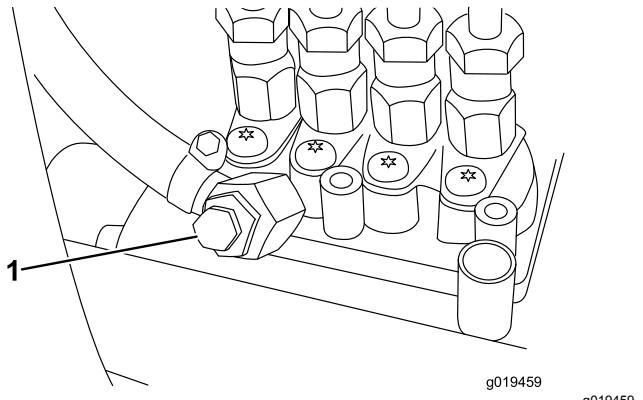

Figura 29
6. Aprite la vite di sfiato dell'aria, situata sulla pompa di iniezione del carburante (Figura 29).